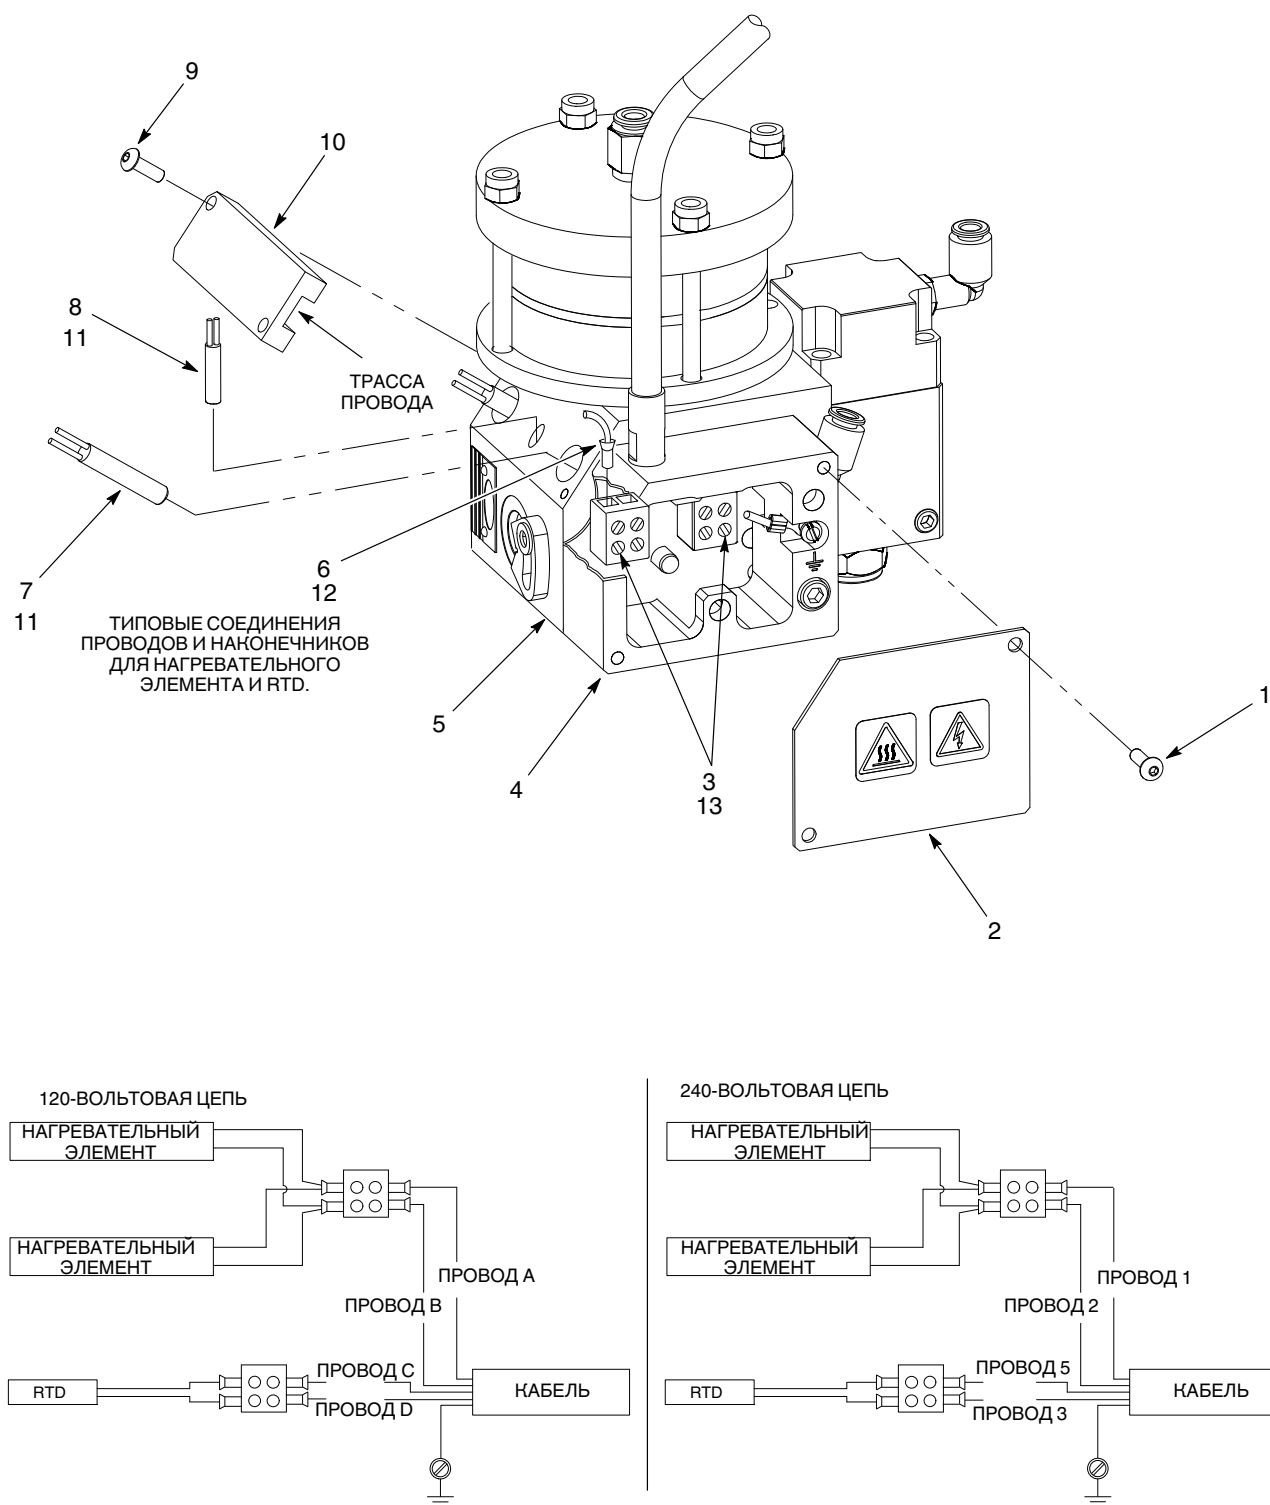

Рис. 10 Ремонт типового нагревательного элемента и RTD
1. См. рис. 10. Вывернуть винты (1) крепления крышки (2) к коробке нагревателя (4).
2. Вывернуть винты (9) крепления крышки проводов (10) к корпусу (5).
3. Ослабить соответствующий винт (3) соединителя (13) и вынуть провода (6).
4. Вынуть нагревательный элемент (7) из корпуса (5).
4. Вынуть RTD (8) из корпуса (5).
5. Зачистить изоляцию проводов (6) нового RTD (8). Обжать на проводах новые наконечники (12).
6. Нанести теплопроводную пасту (11) на RTD (8). Вставить RTD в корпус (5).
7. Вставить провода (6) в соответствующий соединитель (13) и затянуть винты (3).
8. Поставить крышку проводов (10) на корпус (5). Пропустить провода через паз, как показано на рисунке. Закрепить крышку проводов на корпусе винтами (9). Надежно затянуть винты.
9. Поставить крышку (2) на коробку нагревателя (4), используя винты (1). Надежно затянуть винты.